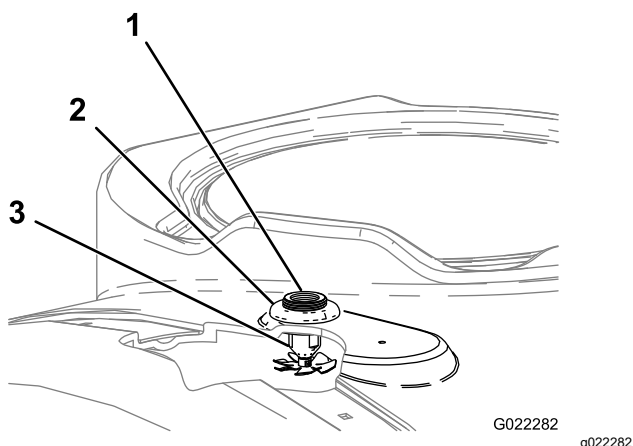

Figura 5
2. Instale um conjunto de bicos através dos furos perfurados (Figura 5).
3. Instale a porca flangeada de plástico sobre as roscas expostas no anteparo na parte superior do depósito (Figura 5). Certifique-se de que o vedante está corretamente colocado entre a união do anteparo e o lado inferior do depósito.